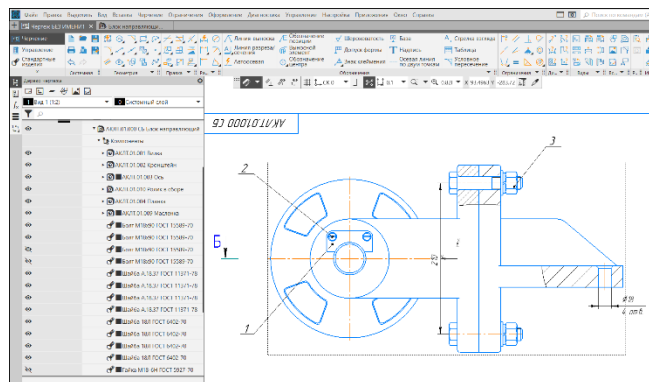

Рисунок 402 – Позиции на главном виде
- Проставим позиции на компоненты винт и гайка (Рисунок 402). Позиции проставим в произвольном порядке без привязки к спецификации;